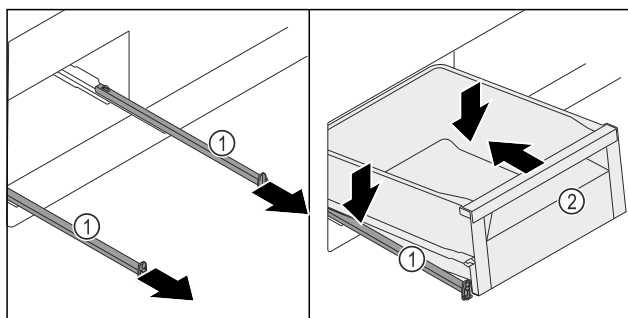

Fig. 135
- Изтеглете релсите Fig. 135 (1).
- Задръжте здраво релсите Fig. 135 (1) и поставете чекмеджето Fig. 135 (2) под ъгъл отгоре върху релсите Fig. 135 (1).
- Избутайте чекмеджето Fig. 135 (2) върху релсите Fig. 135 (1) докрай назад.